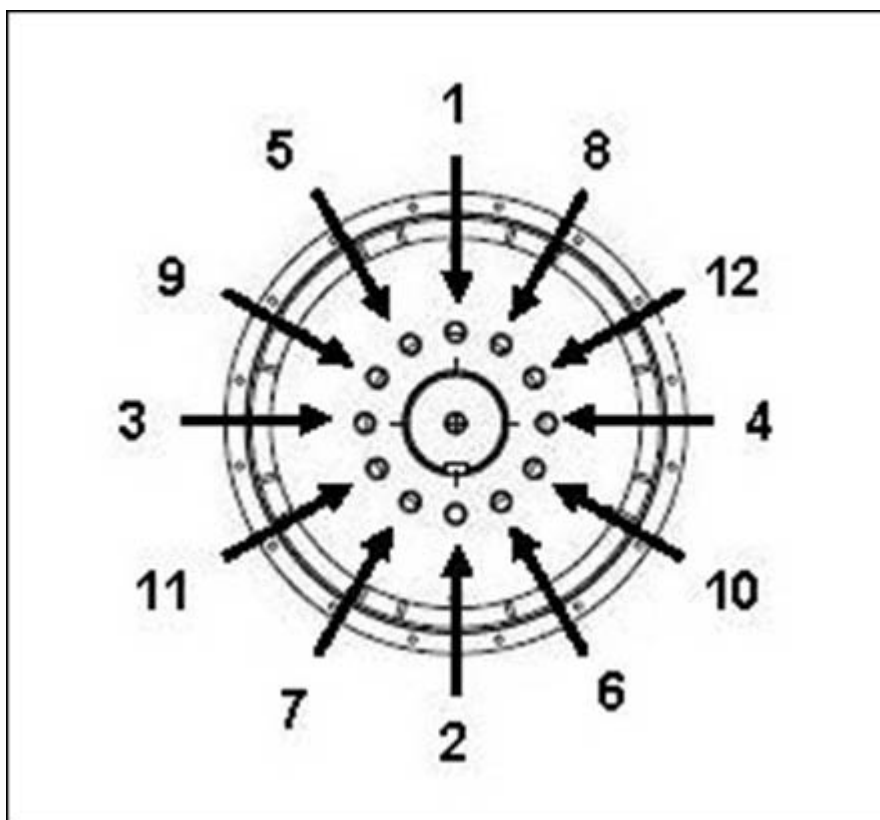

图 22. 轮毂固定顺序
4. 如果需要，请拧紧耦合盘螺栓，如 图 22 在第 xx 页 35 所示。